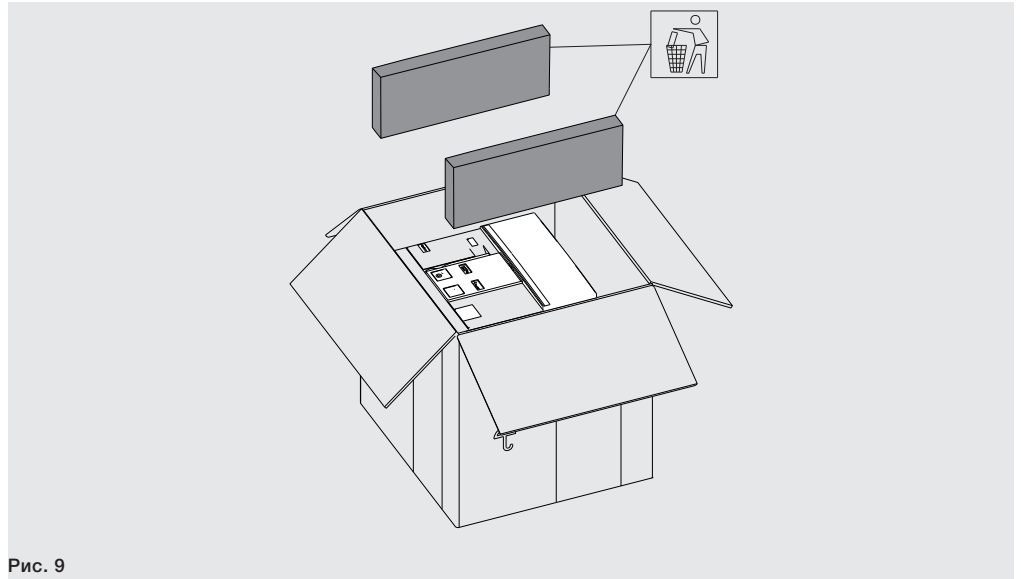

Рис. 9
3. Удалить из упаковочной коробки боковые защитные элементы. См. Рис. 9.